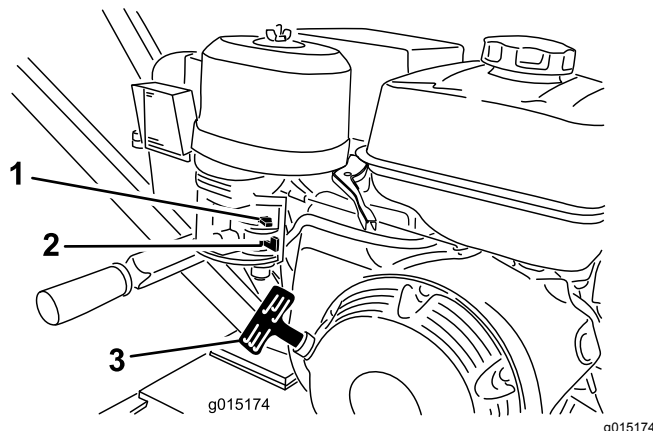

Figura 9
1. Mueva la válvula de combustible a la posición de ABIERTO, totalmente hacia la derecha (Figura 9).
2. Mueva la palanca del estarter a la posición de ACTIVADO (Figura 9).
4. Tire suavemente del arrancador de retroceso hasta que note resistencia, luego tire con fuerza (Figura 9). Deje que el arrancador de retroceso vuelva lentamente a su posición inicial.